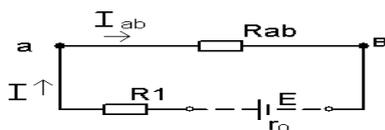

рис. 3
2.5. Эквивалентное сопротивление цепи относительно зажимов источника (рис. 3):
3. Определим ток всей цепи: (закон Ома для цепи, рис. 3).
4.1. $I_1 = I_{ав} = I = 5 \text{ A}$ (схема рис. 3);